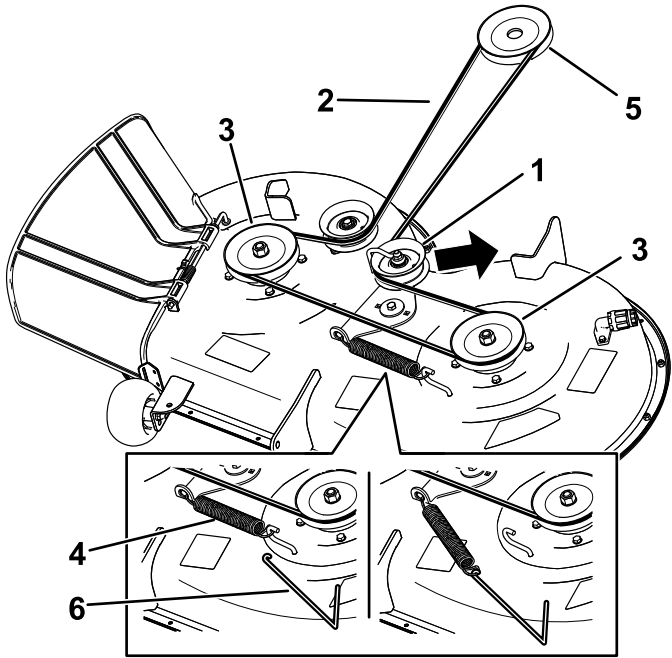

Bild 59
7. Entfernen Sie die Spannscheibenfeder mit einem Werkzeug zur Federentfernung (Toro Bestellnummer 92-5771) vom Mähwerkshaken, um die Spannung von der Spannscheibe zu nehmen, und rollen Sie den Riemen von den Spannscheiben (Bild 59).
- Verlegen Sie den neuen Riemen um die Motor- und Mähwerkriemenscheiben (Bild 59).
- Setzen Sie die Spannscheibenfeder mit einem Werkzeug zur Federentfernung (Toro Bestellnummer 92-5771) auf den Mähwerkhebel, um die Spannscheibe und den Mähwerkriemen zu spannen (Bild 59).